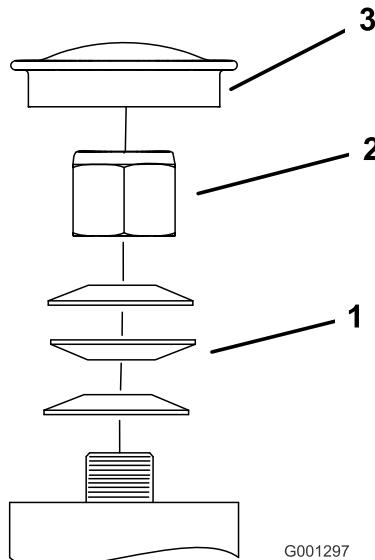
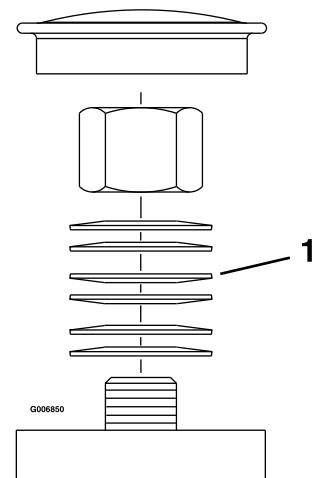

Figura 46
Figura 47
3. Retire el tapón guardapolvo de la rueda giratoria y apriete la contratuerca (Figura 46 y Figura 47).
4. Apriete la contratuerca hasta que las arandelas de muelle estén planas, luego afloje 1/4 de vuelta para establecer la pre-carga correcta de los cojinetes (Figura 46 y Figura 47).
Importante: Asegúrese de que las arandelas de muelle están correctamente instaladas, según se muestra en Figura 46 y Figura 47.